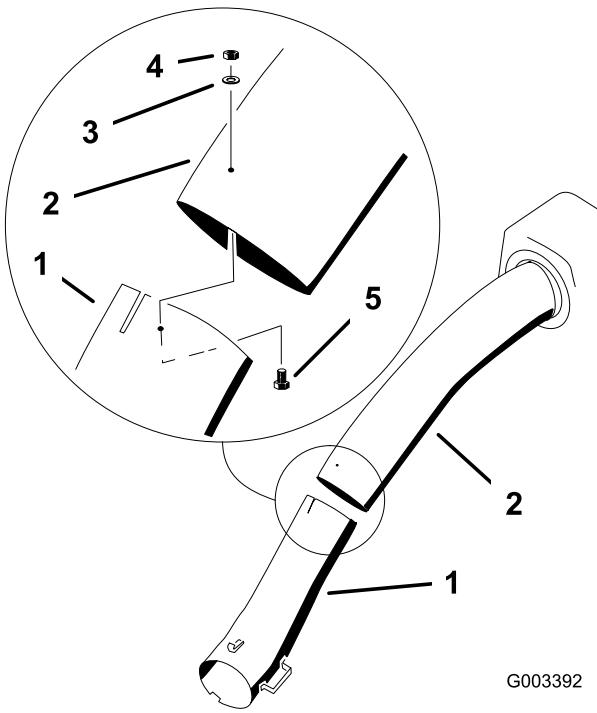

Figura 30
- 14. Una los tubos superior e inferior con 3 pernos (Nº 10 x 3/4"), 3 arandelas planas (7/32"), y 3 contratuerca (Nº 10), según se muestra en la figura Figura 30.